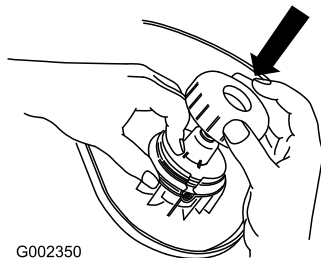

Figura 13
2. Sujetando la cuerda y el carrete, coloque la tapa en el carrete (Figura 13).